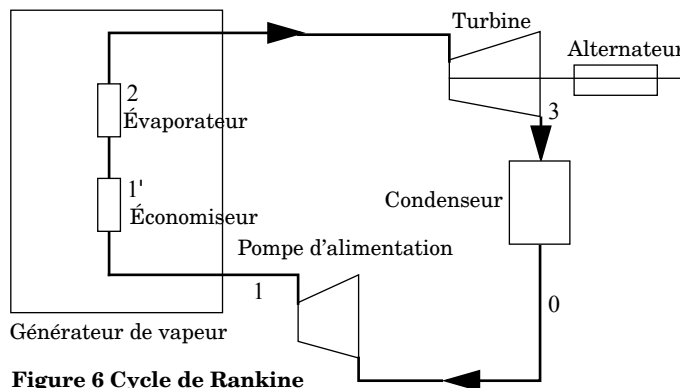

Figure 6 Cycle de Rankine
II.B.2) Le cycle de Rankine (figure 6) est le cycle de base des centrales nucléaires. La pompe d'alimentation porte l'eau liquide saturante (état 0) de la basse pression P_0 du condenseur à la pression P_1 du générateur de vapeur (GV) de façon adiabatique réversible (état 1).